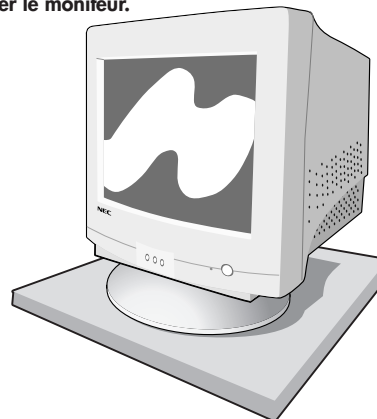

Figure TS.4
4. Une fois la nouvelle le socle inclinable/rotatif posée, remettre soigneusement le moniteur à l'endroit comme (**Figure TS.4**).